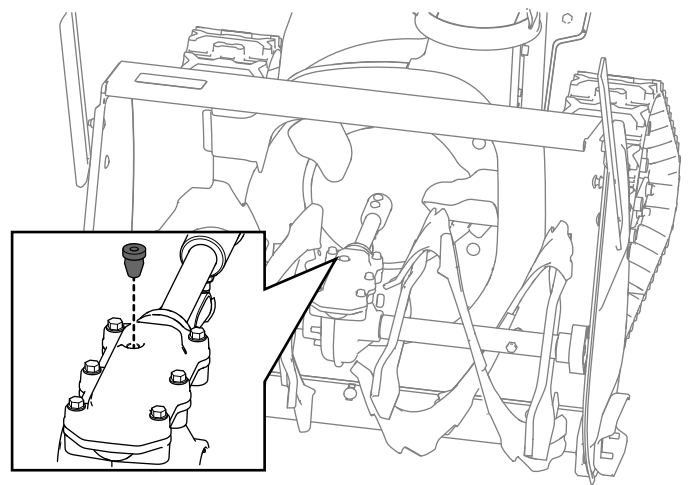

Bild 33
2. Reinigen Sie den Bereich um den Rohrverschluss und entfernen Sie den Rohrverschluss vom Getriebe (**Bild 33**).